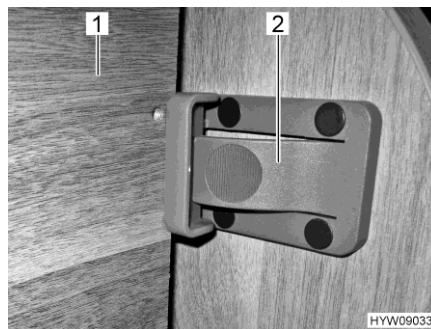

Fig. 62 Retención delantera
- Levantar la cama (Fig. 62,1).
- Retener la cama con el pestillo (Fig. 62,2) en la pared del mueble.
- Presionar el pestillo (Fig. 62,2).